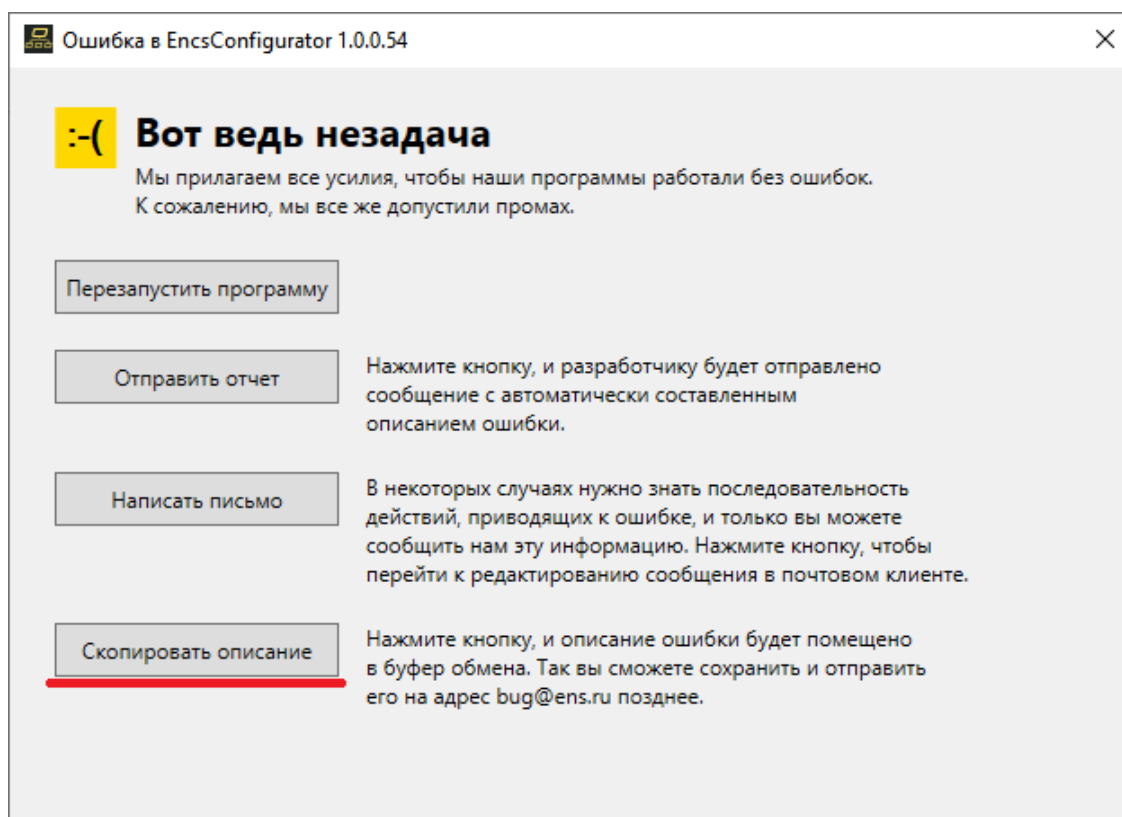

Рисунок 4.29. Окно ошибки конфигуратора
- Если ошибка остаётся, свяжитесь с технической поддержкой по адресу [enip2@ens.ru](mailto:enip2@ens.ru). В письме укажите тип прибора, серийный номер, версию конфигуратора, описание ошибки (рис. 4.29) и контакты для связи.